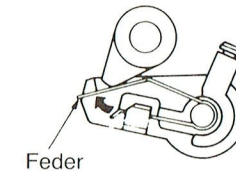

Abb. 8
2. Bremsnockenfeder entfernen (drücken in Pfeilrichtung Abb. 8).